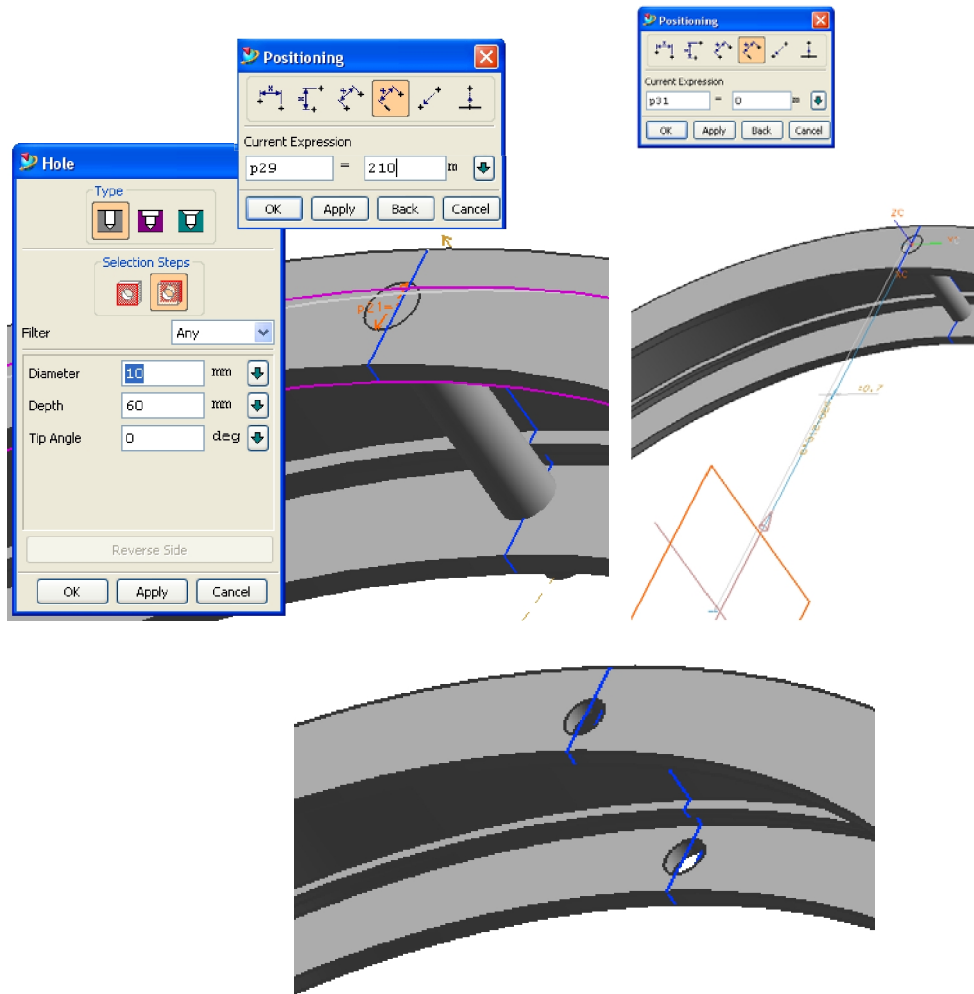
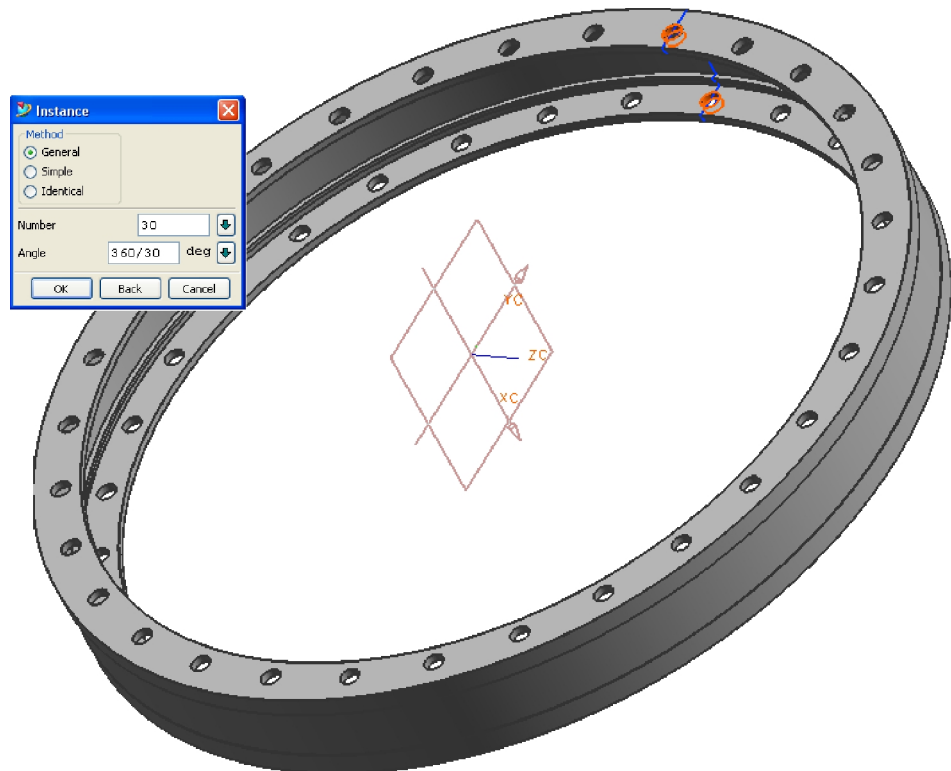

Рис. 54. Создание отверстия во фланцах
Рис. 55. Создание массива отверстий
7. Создайте 30 отверстий диаметром 10 мм во фланцах кольца: **Insert** → **Design Feature** → **Hole...** Укажите торцевую плоскость фланца, на которой будет создано отверстие, задайте диаметр 10 мм и нажмите кнопку **ОК**. В появившемся меню **Positioning** воспользуйтесь опцией **Perpendicular** для позиционирования отверстия в базовой плоскости: задайте размер от оси детали (**Datum Axis**) до центра отверстия 210 мм (что соответствует диаметру 420 мм центров отверстий) и 0 мм от вертикальной плоскости до центра отверстия, нажмите **ОК**. В результате получим сквозное отверстие диаметром 10 мм (Рис. 54). Создайте массив отверстий: **Insert** → **Associative Copy** → **Instance...** Выберите **Circular Array** → **SIMPLE_HOLE**, **ОК**. Задайте количество отверстий – 30 и угловой шаг отверстий – 360/30 градусов. Выберите **Point_Direction** и **XC**, нажмите **ОК, ОК**. Будет создан массив отверстий (Рис. 55).